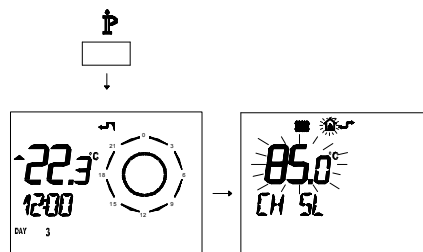

Figura 5.51
- Premere per più di 3 secondi il pulsante **IP** para per entrare in modalità **INFO** (Figura 5.51).